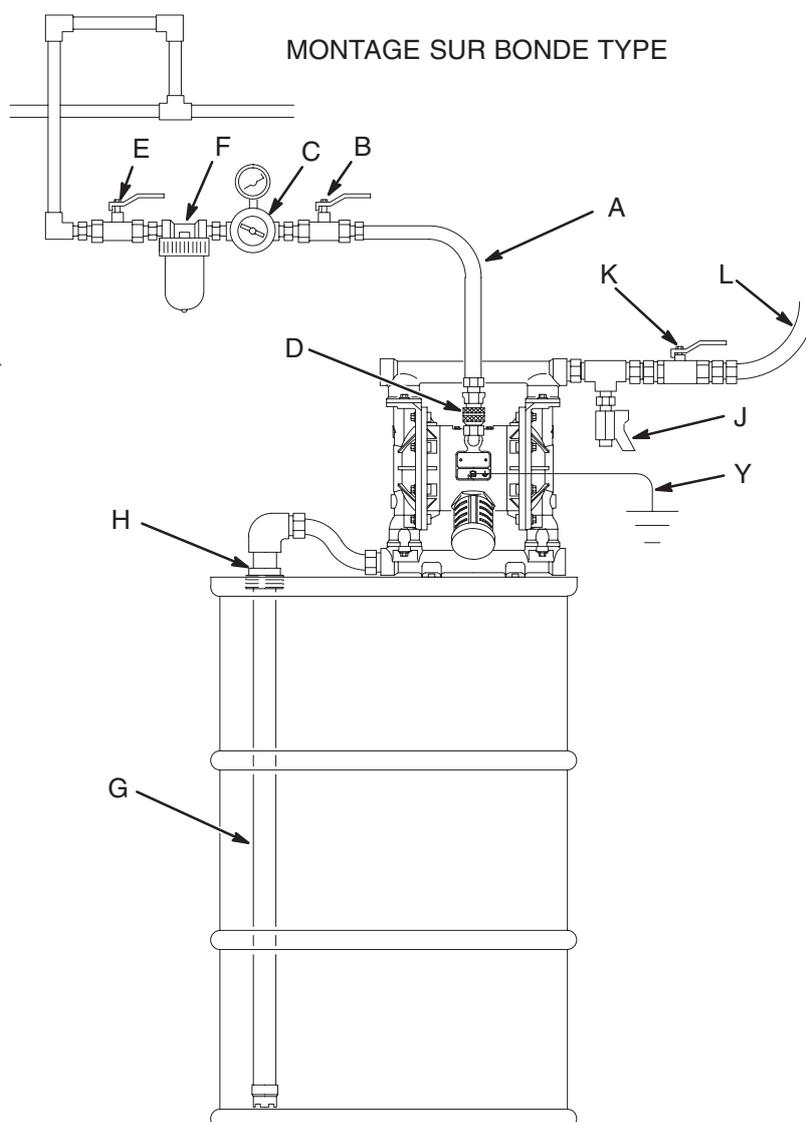

Fig. 2
- Les installations types présentées aux fig. 2–4 le sont à titre uniquement indicatif pour choisir et monter les éléments du système. Prendre contact avec votre distributeur Graco qui vous aidera à concevoir un système correspondant à vos besoins.
1. Installer les accessoires de la conduite d'air suivant les fig. 2–4, pages 6 et 8. Fixer ces accessoires au mur ou sur un support. S'assurer que la conduite d'air alimentant ces derniers est reliée à la terre.
- a. Installer un régulateur d'air (C) et un manomètre pour contrôler la pression produit. La pression de sortie produit correspondra au réglage du régulateur d'air.
- b. Placer la vanne d'air principale de type purgeur (B) tout près de la pompe et s'en servir pour décharger l'air prisonnier. Voir la **MISE EN GARDE** ci-dessus. Placer l'autre vanne d'air principale (E) en amont de tous les accessoires de la conduite d'air et l'utiliser pour isoler ces derniers pendant le nettoyage et les réparations.
- c. Le filtre sur la conduite d'air (F) élimine les poussières nuisibles et l'humidité de l'alimentation en air comprimé.
2. Installer une vanne de purge produit (J) à proximité de la sortie produit. Se reporter à la **MISE EN GARDE** ci-dessus et aux fig. 2–4 des pages 6 et 8.
3. Installer une vanne d'arrêt (K) sur la conduite de sortie produit.
LEGENDES DE LA FIG. 2